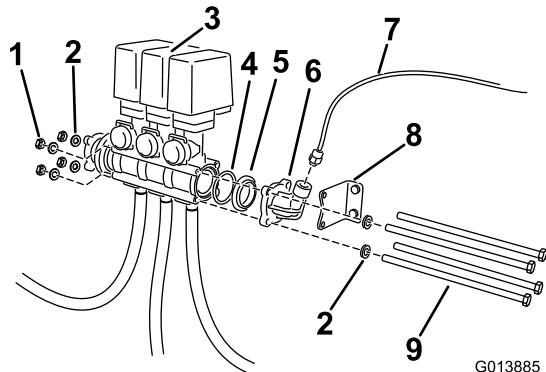

Bild 5
3. Entfernen Sie die langen Schrauben und Befestigungen, mit denen das Ventil befestigt ist (Bild 5).
4. Entfernen Sie den Druckmanometeranschluss und den Adapter für Außengewinde-zu-Außengewinde (Bild 5).